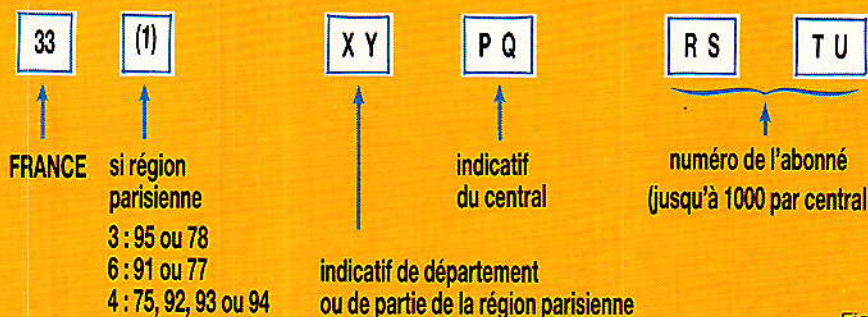

Figure 1
La **figure 1** explique la constitution d'un numéro ordinaire à huit chiffres, neuf si on inclut le préfixe (1) d'accès à la région parisienne, dix ou onze avec le code international de la France (33) nécessaire pour appeler depuis l'étranger.